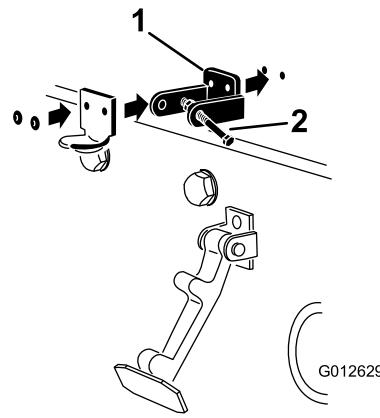

図 6
6. ブラケットとワッシャをフードにリベットで固定する図6。